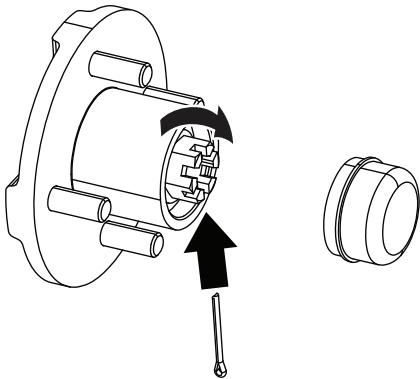

Figura 41
8. Coloque el retenedor de la tuerca y compruebe la alineación de la ranura del retenedor y el orificio de la chaveta de la mangueta (Figura 41).